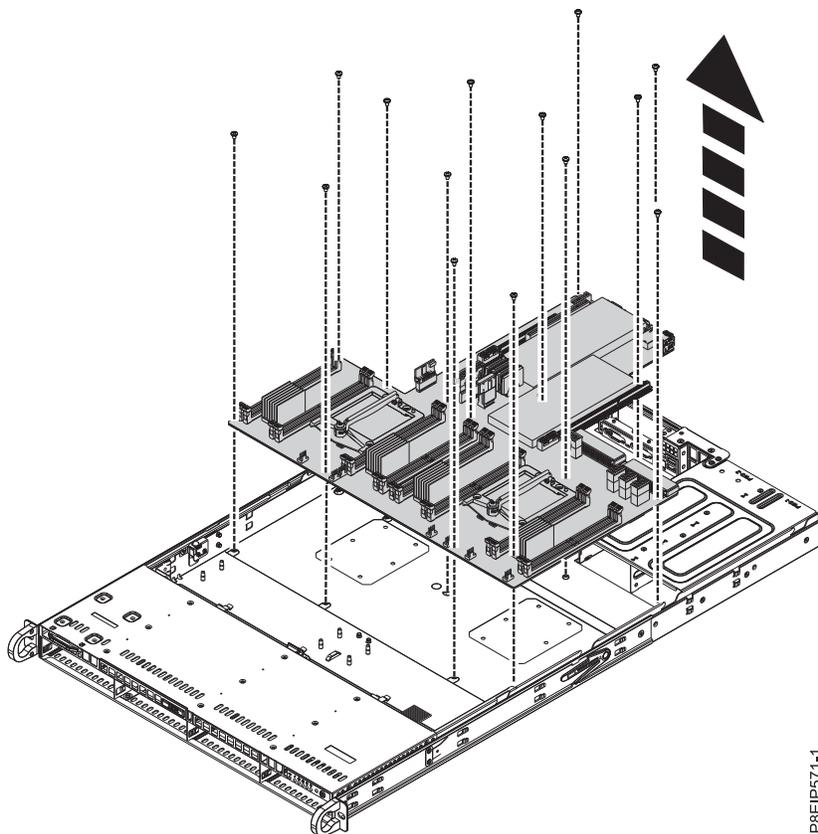

Figura 50. Levantando a painel traseiro do sistema
11. Movendo os cabos frontais para fora do caminho e segurando cuidadosamente o dissipador de calor do processador, mova o painel traseiro do sistema ligeiramente para frente e para cima até removê-lo. Consulte a Figura 50 na página 47.